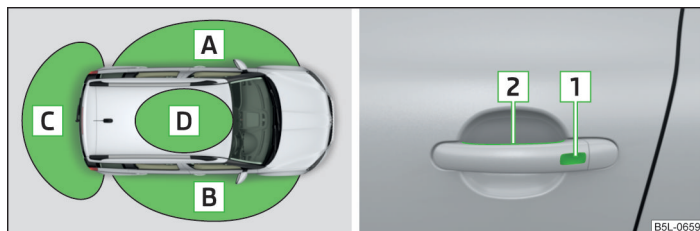

Fig. 14 KESSY: Designación de las zonas / sensores en el tirador de la puerta delantera
Zonas de desbloqueo o bloqueo » fig. 14
El sistema KESSY (Keyless Entry Start Exit System) permite un desbloqueo o bloqueo del vehículo sin el uso activo de la llave. La llave debe encontrarse en una de las zonas **A**, **B** o **C** » fig. 14 (hasta unos 1,5 m del vehículo).
- Sujete el tirador de la puerta delantera o cubra con toda la superficie de la mano el sensor **2** » fig. 14 » **I**.
- Toque el sensor **1** » fig. 14 con los dedos.
- Toque el sensor **1** » fig. 14 con los dedos dos veces en el lapso de 2 segundos.
El sistema KESSY puede encontrar la llave válida, incluso si ha sido olvidada, p. ej., en la parte delantera del techo del vehículo **D** » fig. 14. Por eso, es necesario saber en todo momento dónde se encuentra la llave.